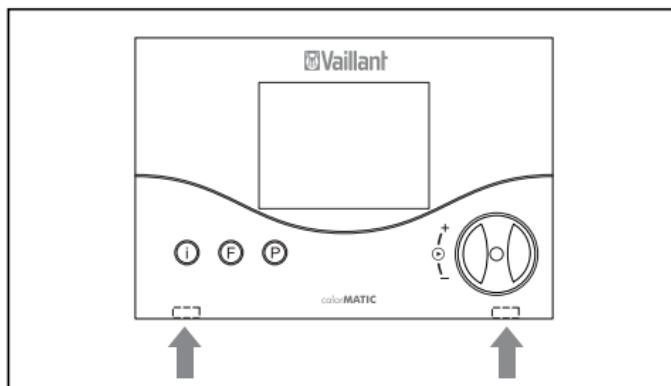

Fig. 4.1 Deblocarea cârligului de prindere
- Apăsați într-o parte, cu atenție, cârligul de prindere cu șurubelnită (Fig. 4.1) și trageți regulatorul în față.